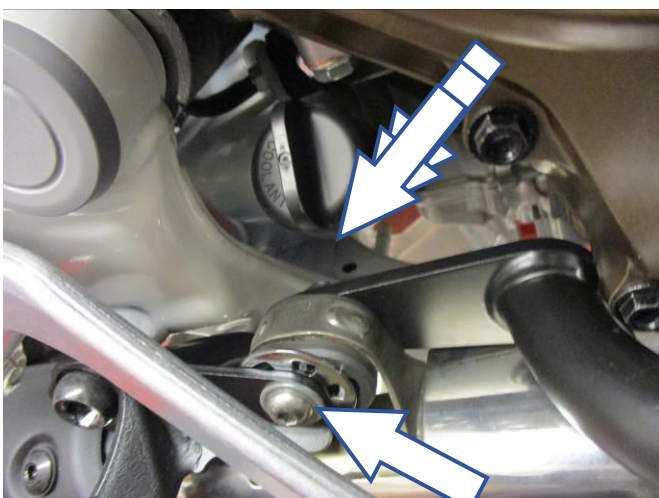

Abbildung 11
- Die untere Halterung mit der längeren M8 Schraube und einer Unterlegscheibe (**Artikel 2 und 9**) sowie mit einer Unterlegschiebe und M8 Flanscmutter (**Artikel 2 und 10**) befestigen wie in **Abbildung 11** abgebildet - zu diesem Zeitpunkt nicht festziehen.